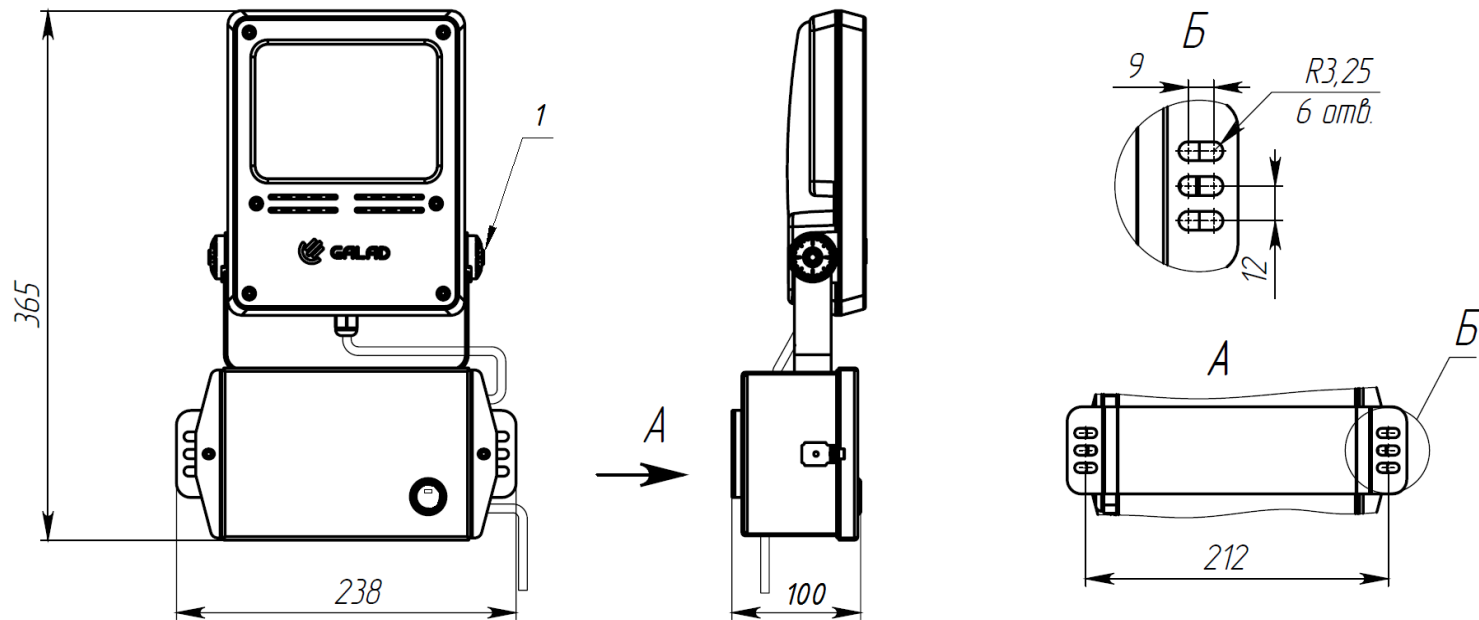

Рисунок 1
2.1 Аварийные светильники постоянного действия серии GALAD Звезда LED-30 НВА (низковольтный аварийный светильник рисунок 1.) со светодиодными модулями для наружного освещения предназначены для освещения при повреждении системы питания рабочего освещения в помещениях с высокой влажностью, где запрещается использование сети питания 220 В. Это галереи гидроэлектростанций, строящиеся тоннели метрополитена, подкрановое освещение и другие объекты, где возможно поражение электрическим током из-за высокой влажности.
5.3 Для регулировки наклона светильника необходимо ослабить винты (поз.1) (рисунок 1) на скобе, наклонить светильник на необходимый угол и затянуть винты.